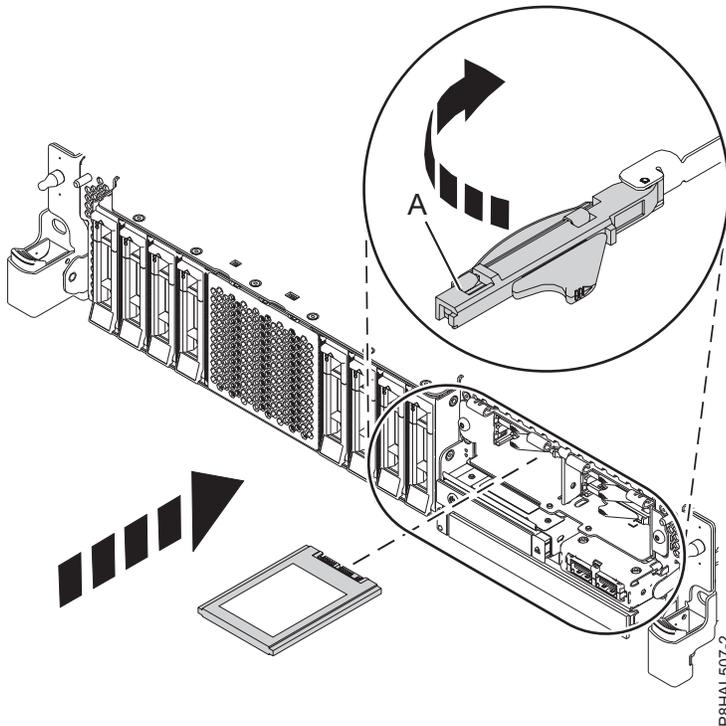

Figure 16. Installation d'une unité SSD dans un système à fonction étendue
15. Avec la poignée de la baie d'unité SSD (A) en position déverrouillée, tirez le levier vers l'extérieur pour accéder aux rails de guidage de l'emplacement SSD. Maintenez l'unité SSD par le dessous tout en l'alignant avec les rails de guidage de l'emplacement SSD. Pour plus d'informations, voir figure 16, à la page 20.
19. Verrouillez l'unité en faisant tourner la poignée de la baie (A) dans la direction indiquée. figure 16, à la page 20.